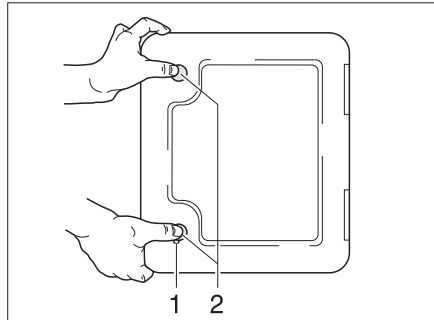

Fig. 144 Trampilla para el inodoro cassette
- Abrir la trampilla para el cassette en el exterior del vehículo. Para esto, introducir la llave en el cilindro de cierre del cierre a presión (Fig. 144,1) y girarla un cuarto de vuelta.
- Presionar ambos cierres a presión (Fig. 144,2) al mismo tiempo con el pulgar y abrir la trampilla para el cassette.